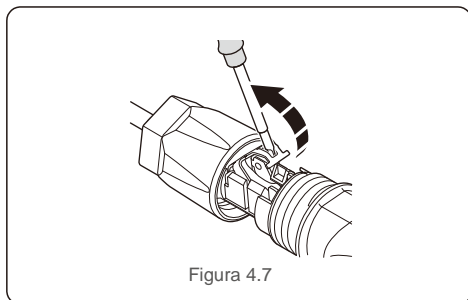

Figura 4.7
Paso 2. Abra el resorte con un destornillador, como se muestra a continuación (ver figura 4.7)